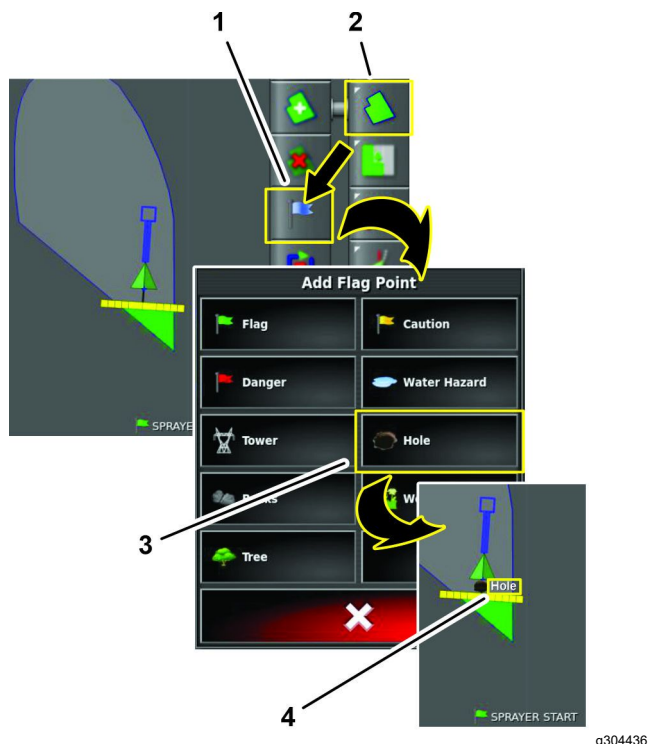

Figura 79
3. Nel menu Aggiungi punto di segnalazione, selezionate un'icona Punto di segnalazione (Figura 79).
Il punto di segnalazione viene visualizzato nel quadro di comando, dietro il veicolo (Figura 79).
2. Premete l'icona MENU DEL CAMPO e l'icona IMPOSTA PUNTO DI SEGNALAZIONE (Figura 79). Viene visualizzato il menu Aggiungi punto di segnalazione.